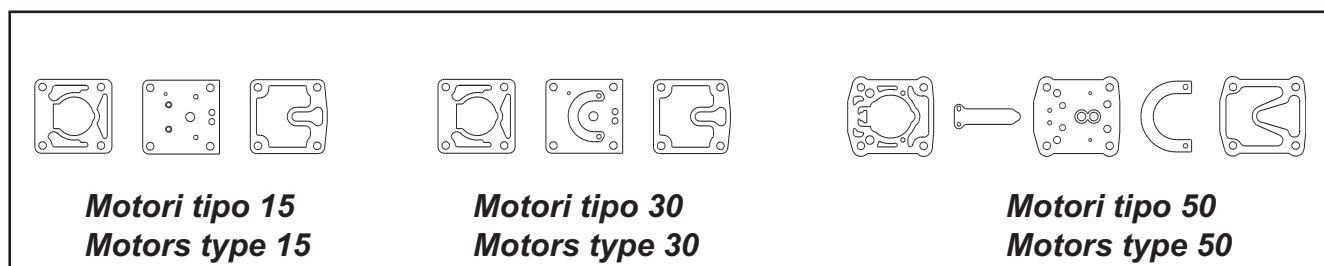

Fig. 11
- Il difetto può essere causato dalla rottura delle valvole o delle guarnizioni (Fig.11). Procedere immediatamente alla sostituzione del particolare danneggiato.
- The defect can be due to a valve or a gasket break (Fig.11). Replace the damaged part immediately.